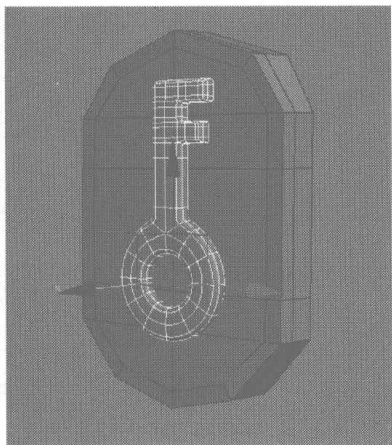

图 4.484
- 13 显示所有的物体，将制作好的钥匙模型移动、旋转调整到手机侧面的按钮位置处，如图 4.484 所示，此时钥匙制作完成。